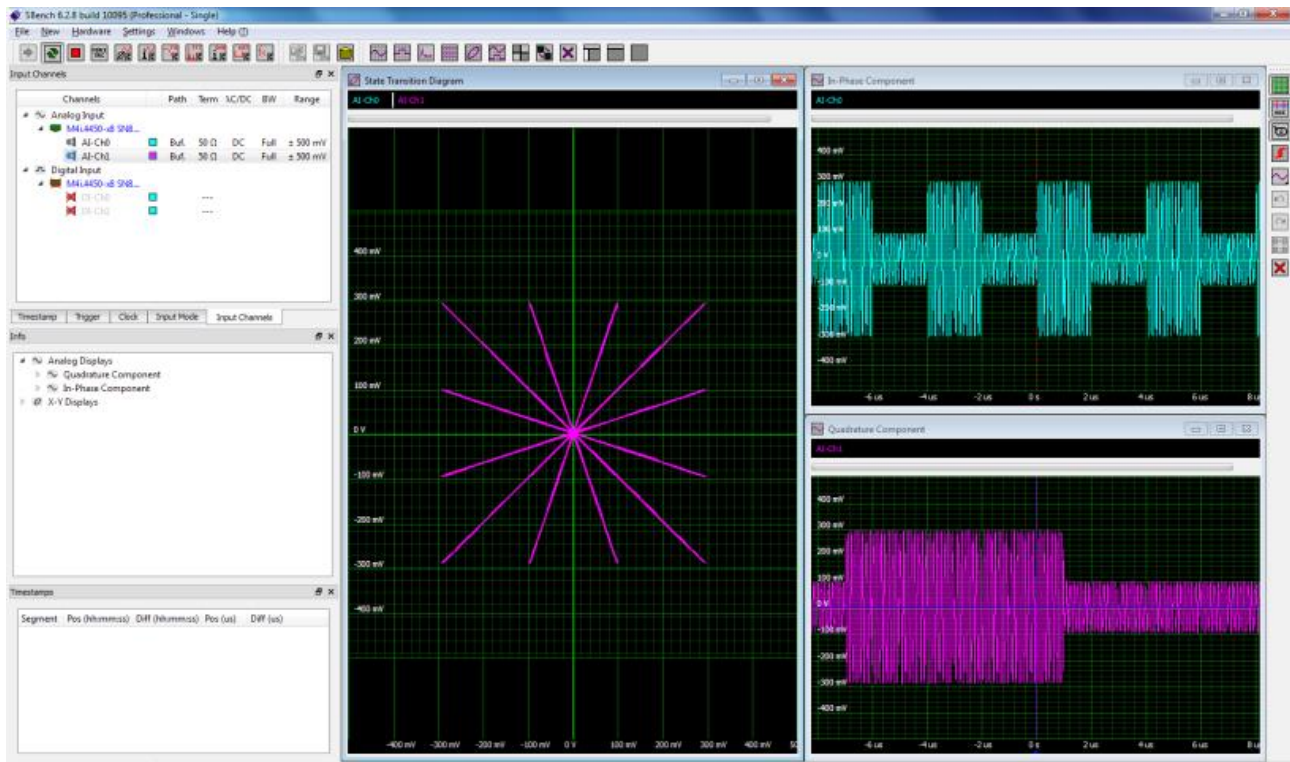

Figure 4 16 QAM 信号のベースバンド I および Q コンポーネントの取得と、16 のデータ状態すべての位相と振幅の変化を示す信号のクロスプロット(状態遷移図)。
RF キャリアを変調するために、ベースバンド同相 (I) および直交 (Q) コンポーネントが組み合わせられます。変調は、単純な位相変調でも、位相変調と振幅変調の組み合わせでもかまいません。Figure 4 は、16 直交振幅変調 (16 QAM) 信号の I および Q 成分の取得を示しています。この変調方式では、2 つのシリアルデータストリームを組み合わせ、16 個の送信シンボル状態のそれぞれで 4 つのデータ状態を送信します。右側の 2 つのグリッドは、取得した I および Q コンポーネントを示しています。これらのコンポーネントが X-Y プロットでクロスプロットされている場合、この信号エンコーディングを補完する 16 の振幅/位相状態を識別できます。45 個、135 個、225 個、315 個の同じ位相を使用しますが、振幅を減らした 12 の特有の位相状態と 4 つの追加状態があります。